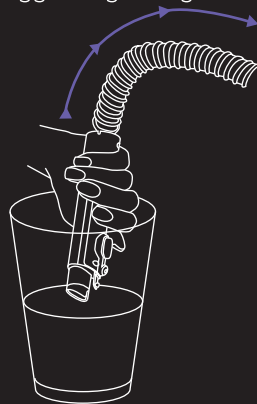

Abb. 19A
2. Es ist möglich, das Wassernetz aufrechtzuerhalten, während die Luft mit dem Reinigungsmittel gefüllt wird und das Netz des Absauggeräts gereinigt wird (Abb. 19A).